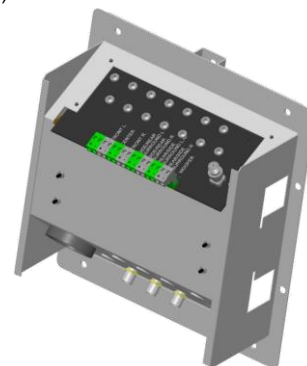

Figure 2
- A. Tirer les câbles RG6QS et de haut-parleurs à travers l'ouverture aménagée dans la cloison sèche pour le HECC.. Terminer les câbles RG6QS à l'aide de connecteurs "F" et les raccorder aux connecteurs appropriés pour le service de télévision et le caisson d'extrêmes graves. Les fils de haut-parleur ambiophonique doivent être raccordés aux bornes à vis à l'arrière du HECC, en fonction de l'emplacement de chaque haut-parleur (5.1, 6.1, 7.1), comme indiqué sur le HECC (voir la **Figure 2**).
- D. En cas d'utilisation d'un module audio pour 6 pièces, terminer les fils de haut-parleurs issus des contrôleurs de volume et d'équilibrage d'impédance sur les bornes à vis situées à l'arrière du HECC (voir la **Figure 2**).